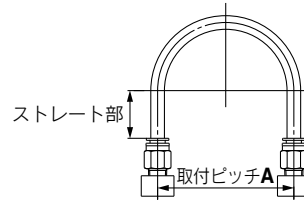
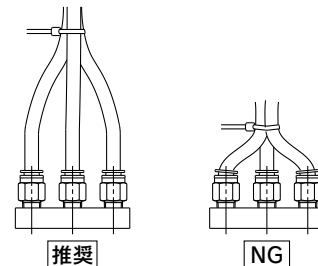

図1 推奨配管図
図2 結束バンドで配管を束ねた場合
- ①ワンタッチ管継手に配管する際は図1の推奨配管条件にて、チューブ長さに余裕を持った配管をお願いいたします。また、結束バンドなどで配管を束ねる場合には継手に外力が加わらないよう配管願います。(図2参照)